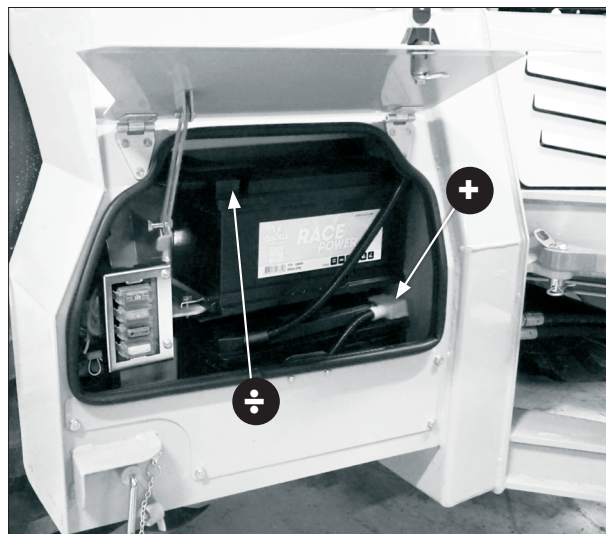

Fig. 66.1
- Anslut ena änden av startkabeln till den positiva terminalen på maskinens batteri + (fig. 66.1). Se till att kabelterminalen inte vidrör ramen.
- Anslut ena änden på den andra startkabeln till den negativa terminalen – (fig. 66.1) på hjälpbatteriet och kabelns andra ände till till den negativa terminalen på maskinens batteri.